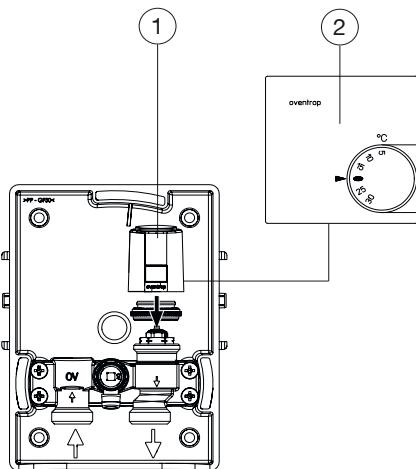

Abb. 9: Raumthermostat mit Stellantrieb montieren
3. Schrauben Sie den Stellantrieb (siehe Abb. 9 auf Seite 12 (1)) auf das Ventil. Führen Sie das Kabel durch die Bohrung im Wandbaukasten (siehe 6.1 auf Seite 9).